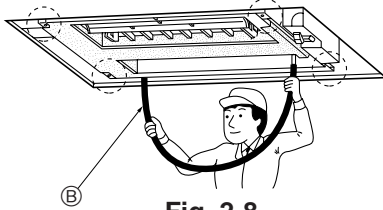

Fig. 2-8
4. Controllare che i quattro angoli siano tutti a livello, utilizzando una livella a spirito o un tubo di plastica trasparente contenente acqua. (Fig. 2-8)